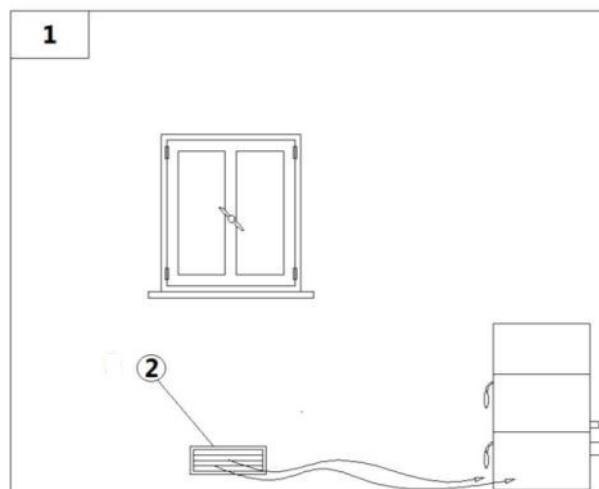

Fig. 8 - Direkte Luftzufuhr
LEGENDE Fig. 8 auf S. 10
- Die Luftzufuhr zwischen der Außenseite und dem Raum kann direkt durch die Öffnung auf der Außenwand des Raumes erfolgen (siehe **Fig. 8 auf S. 10**).